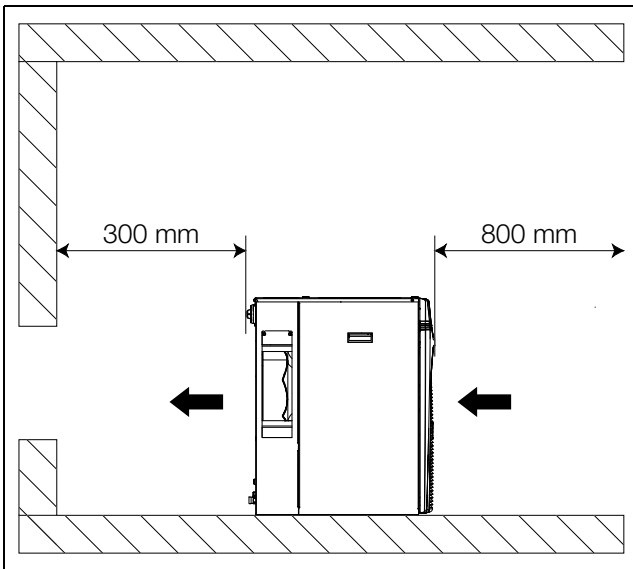
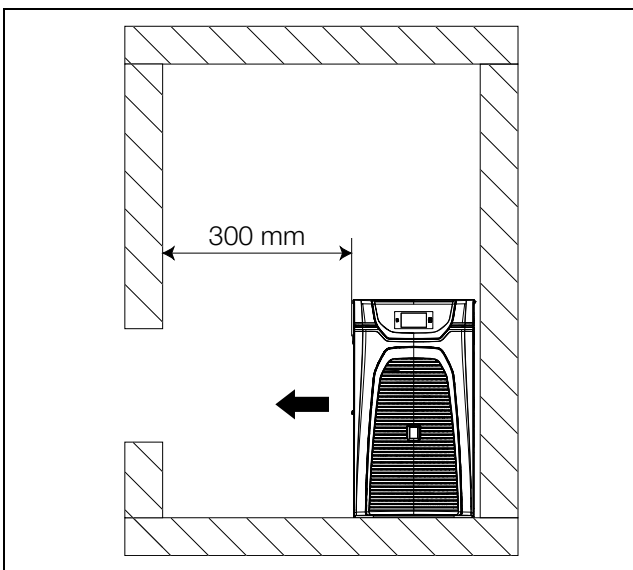

Abb. 10: Mindestabstände vorne/hinten
Abb. 11: Mindestabstände seitlich
- Zum ungehinderten Ausströmen der warmen Abluft muss wenigstens **eine** der Öffnungen (links bzw. rechts) frei zugänglich sein (vgl. Abb. 11). Um den Anschluss der Versorgungsleitungen sowie Wartungs- und Reparaturmaßnahmen zu erleichtern, sollten zudem die unter Abb. 10 angegebenen Mindestabstände eingehalten werden.
- Auch um einen „Luftkurzschluss“ (Vermischung von Zu- und Abluft) zu vermeiden und die volle Kälteleistung zu gewährleisten, sollten die unter Abb. 10 angegebenen Abstände eingehalten werden.